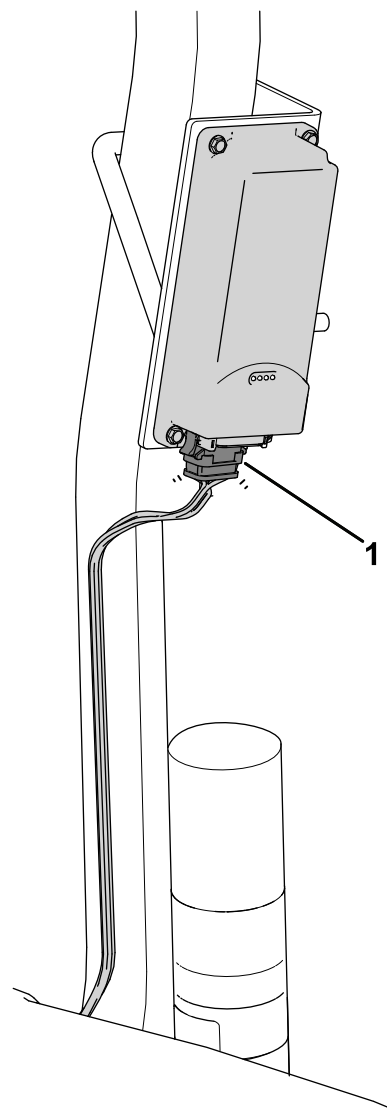

Figura 8
3. Instale el conector marcado P02 del arnés de cables de la telemática en el dispositivo telemático (Figura 8).